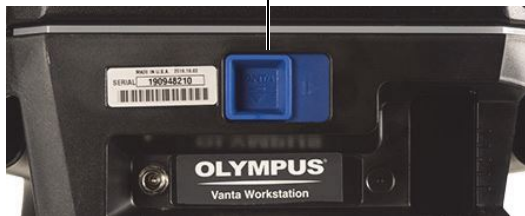

图 B-15 Vanta分析仪的锁定/解锁杆
2. 向右滑动工作站背面的锁杆，以释放Vanta分析仪（参见第126页的图 B-15）。